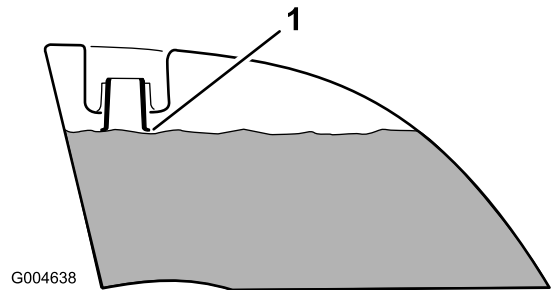

図 10
4. 両方の燃料タンクに、上面から約2.5 cm下まで燃料を補給する（図 10）。入れすぎないように注意すること。